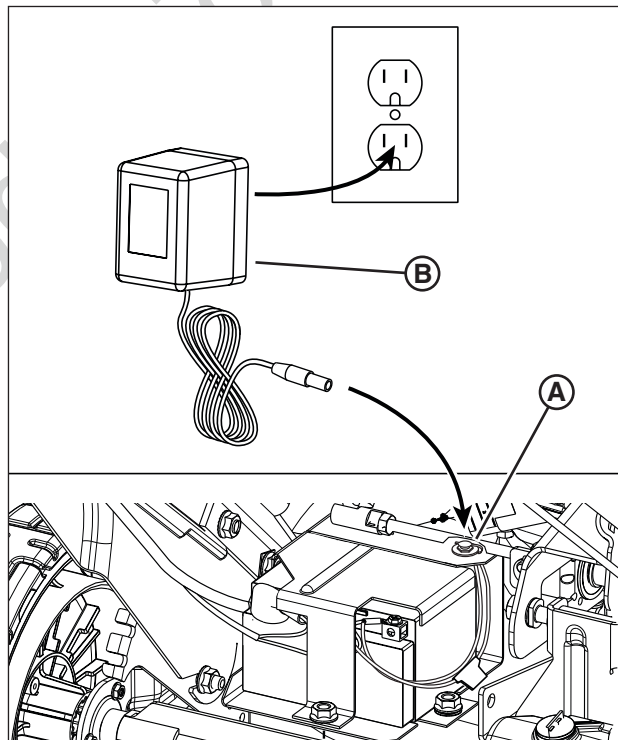

Figura 13: Carga de la batería
1. Retire la tapa para el polvo de la toma del cargador **(A, Figura 13)**.